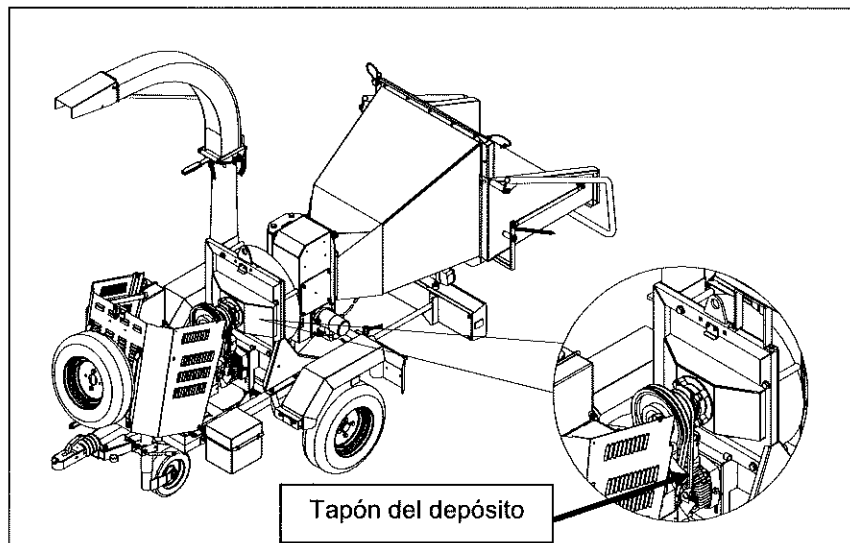

Fig. 20
- Destornillar el tapón superior del depósito del aceite (Fig. 20).